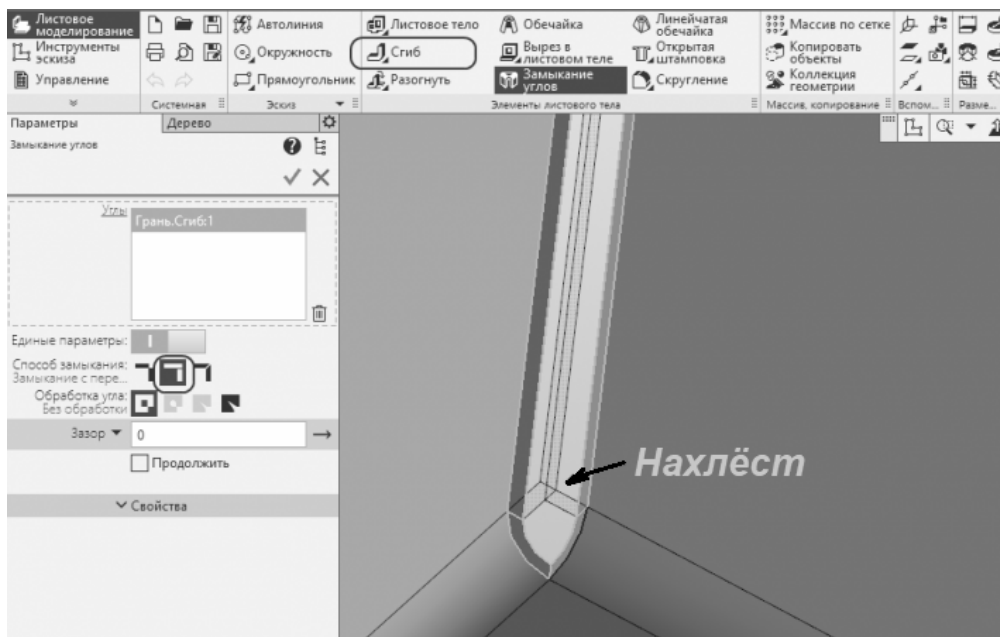

Рис. 9.6. Моделирование замыкания угла боковых граней
5. Замыкание углов. Запускаем команду «Замыкание углов». Указываем сгиб. Устанавливаем способ замыкания «Замыкание с перекрытием» (рис. 9.6).